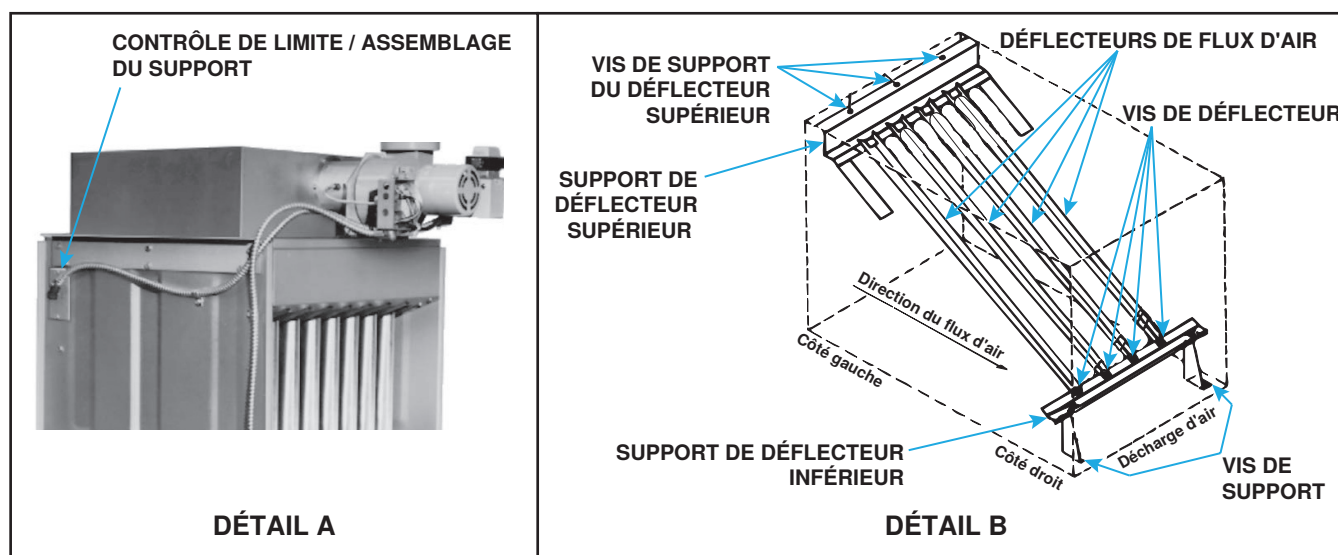

Figure 6. Contrôle de limite et déflecteurs de flux d'air
1. Enlevez le contrôle de limite (voir **Figure 6**, DÉTAIL A) :
2. Inverser l'orientation des déflecteurs (voir **Figure 6**, DÉTAIL B) :